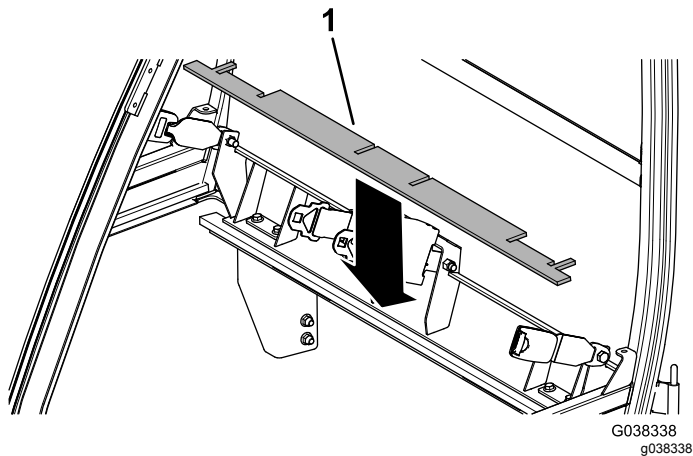

Рисунок 14
9. Установите верхний задний уплотнитель из пеноматериала (Рисунок 14).